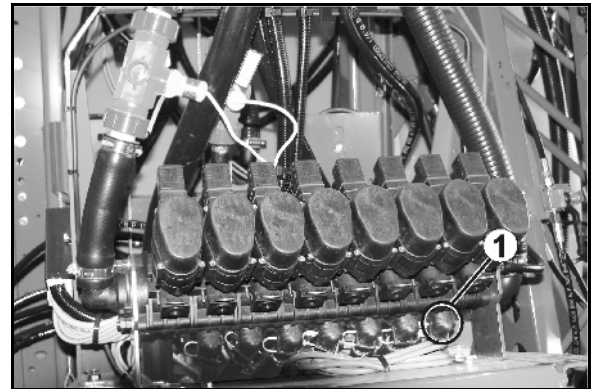

Fig. 179
1. Alle sprøyteledninger må trekkes ut av delbreddeventilene (Fig. 179/1) herausziehen.